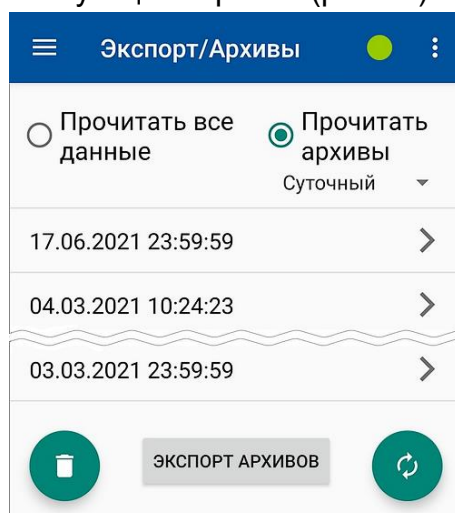

Рис.41. Вид окна со списком архивных записей.
4.2.9.2. После выполнения команды **Прочитать архивы Часовой (Суточный, Месячный)** на экране смартфона начинается индикация списка записей соответствующего архива (рис.41):